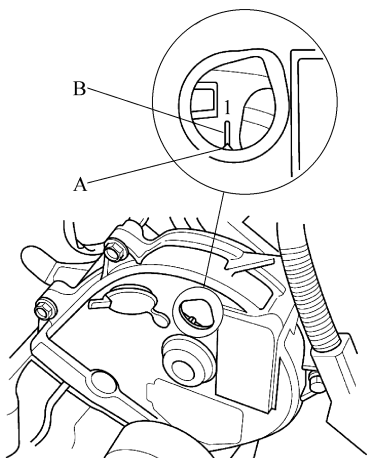

图 2-111 检查 1 号活塞 TDC 标记
3) 检查并确认前凸轮轴带轮上的 1 号活塞上止点 (TDC) 标记 (A) 与前上盖的指针 (B) 对齐, 如图 2-111 所示。